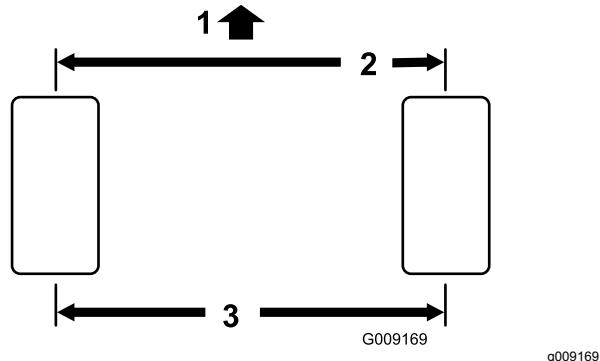

Bild 87
2. Messen Sie den Abstand vorne und hinten an den Lenkreifen Mitte-zu-Mitte (auf Achshöhe). **Bild 87**